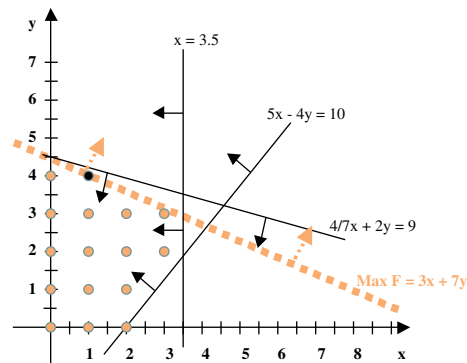

Figura 1: Resolução gráfica do problema original (de programação inteira).
O problema a resolver é de Programação Inteira (PI) com apenas duas variáveis de decisão. Neste caso é possível obter a solução óptima logo directamente a partir do gráfico, tal como se pode ver na figura 1.